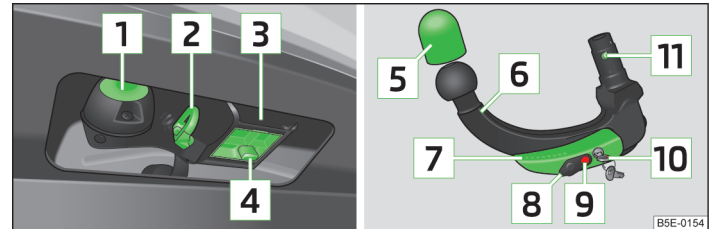

Abb. 153 Träger der Anhängervorrichtung / Kugelstange
- › Die Kappe **4** » Abb. 153 auf Seite 170 nach unten abziehen.
- Die Abdeckkappe **4** » Abb. 153 auf Seite 170 auf den Aufnahmeschacht stecken.